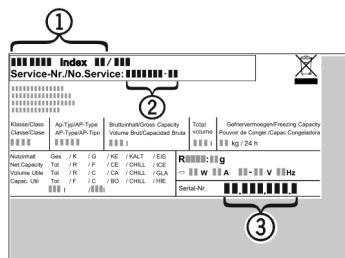

Fig. 10
- ▶ Očitajte naziv uređaja Fig. 10 (1), servisni broj Fig. 10 (2) i serijski broj Fig. 10 (3) s tipske pločice. Tipska pločica nalazi se na lijevoj unutarnjoj strani uređaja.
- ▶ Obavijestite službu za kupce i javite im kvar, naziv uređaja Fig. 10 (1), servisni broj Fig. 10 (2) i serijski broj Fig. 10 (3).